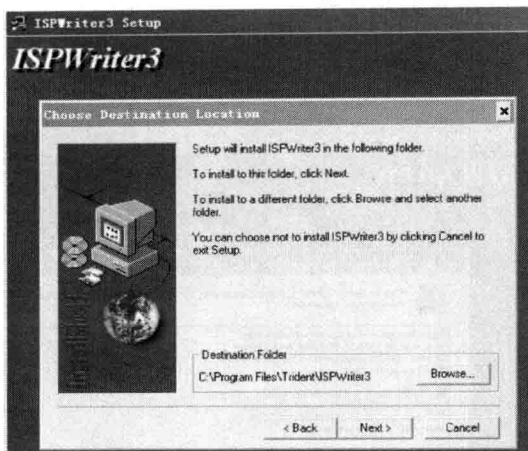

图 1-7
6) 该页可以更改“Name”和“Company”两项的内容，“Serial”项不要更改，单击“Next”在本页设置好安装路径后，单击“Next”，出现图 1-7 所示对话框。